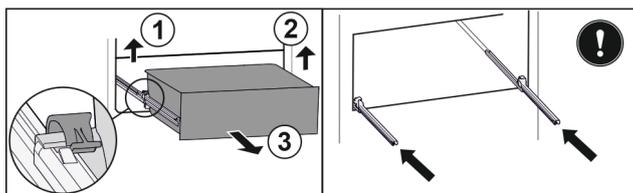

Fig. 153
- ▶ Soulever la bride gauche et tirer dans le même temps la partie gauche du tiroir vers l'avant. Fig. 153 (1)
- ▶ Soulever la bride droite et tirer dans le même temps la partie droite du tiroir vers l'avant. Fig. 153 (2)
- ▶ Retirer le tiroir par l'avant. Fig. 153 (3)